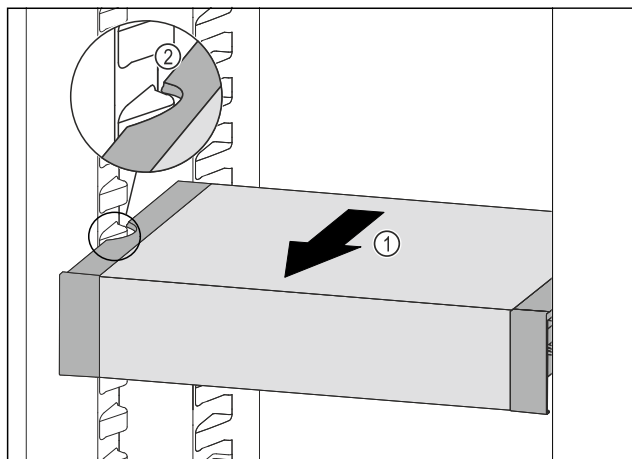

Fig. 136
- Tirare VarioSafe in avanti Fig. 136 (1) fino a quando le cavità laterali di VarioSafe non si trovano al livello della nervatura del contenitore nel vano frigorifero. Fig. 136 (2)